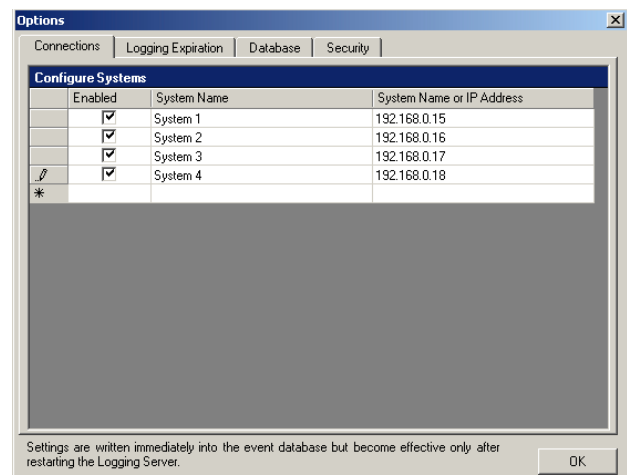

Abbildung 56.8: System hinzufügen (3)
- 3 Klicken Sie auf das Feld *System Name or IP Address* und geben Sie die IP-Adresse bzw. den Namen des Netzwerkcontrollers des Systems ein, zu dem der *Logging Server* eine Verbindung herstellen soll. Beispiel: *192.168.0.18* (siehe Abbildung 56.8).